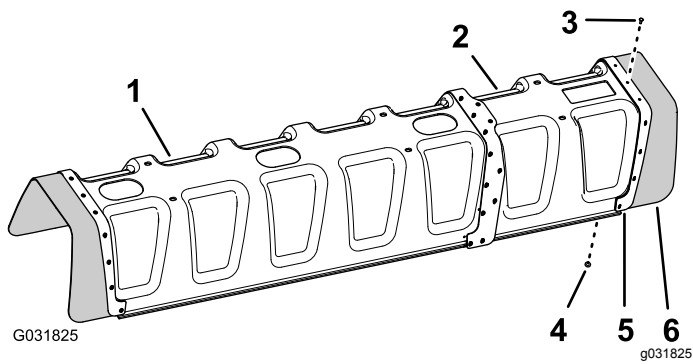

Bild 151
- Fluchten Sie die Löcher in der Gummiabdeckung und der Verstärkungsplatte (eine Reihe), die Sie in Schritt 2 entfernt haben, mit den Löchern am Ende der Abdeckungsverlängerung aus (Bild 151).